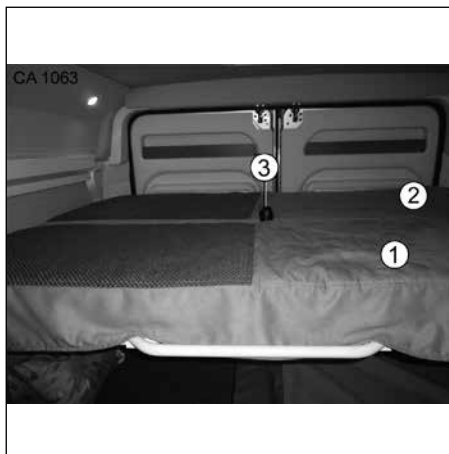

Fig. 26 Fälla upp den främre överslafen
### Fälla upp den främre sänghalvan (Fig. 26, pos. 1):
- Lyft den främre sänghalvan (Fig. 26, pos. 1) i handtaget (Fig. 26, pos. 3) och skjut den snett uppåt, mot bakdörren.
### Demontera och montera den främre sänghalvan (Fig. 26, pos. 1):
2. Fäll upp den främre sänghalvan (Fig. 26, pos. 1).
4. Dra ut den främre sänghalvan (Fig. 26, pos. 1) ur skenorna, mot förarhytten, och lyft ut den.